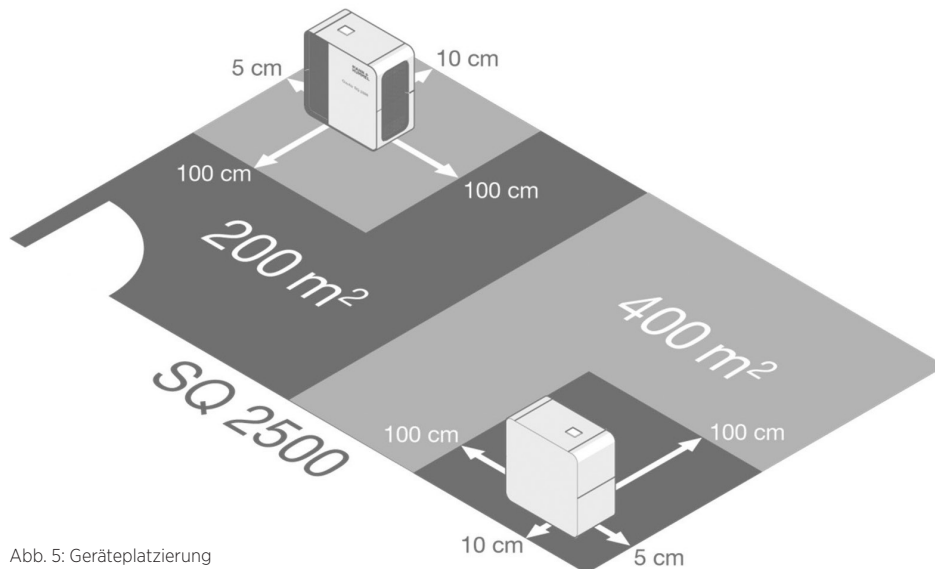

Abb. 5: Geräteplatzierung
- Achten Sie auf einen optimalen Abstand zu Wänden und Gegenständen gem. den Angaben in Abb. 5.